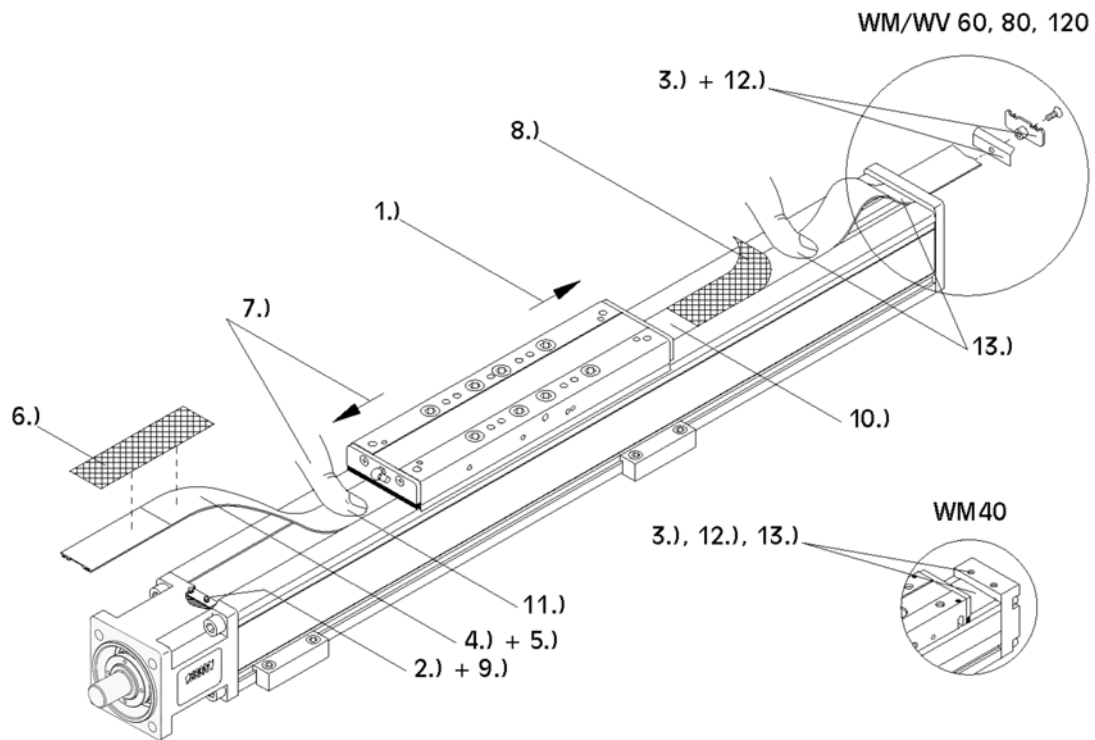

Bild 15: Abdeckband wechseln
1. **Bild 15:** Kraftbrücke in die hintere Endlage (Loslagerseite) fahren.